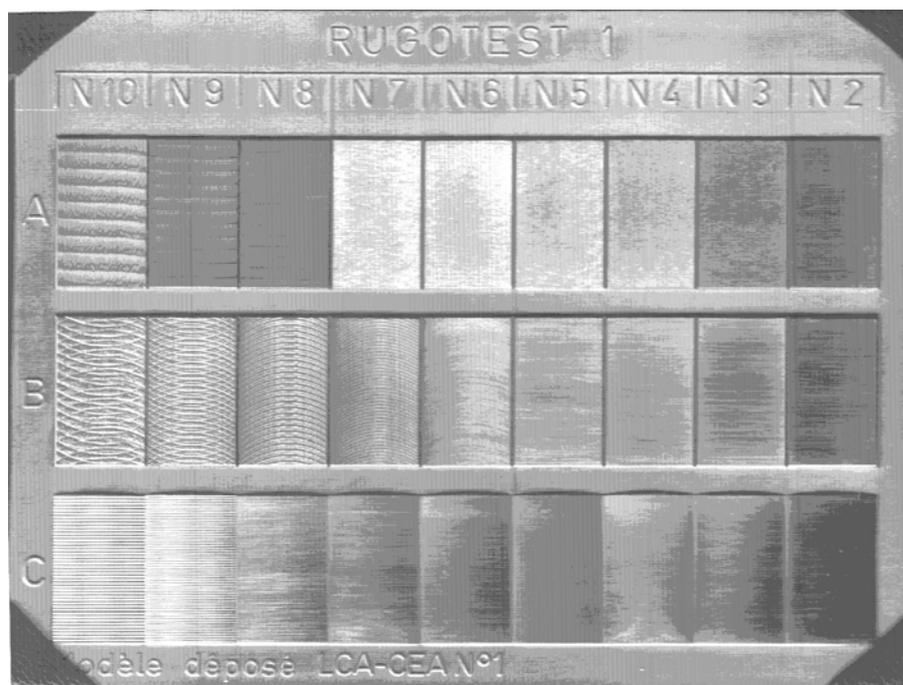

Figure 29
a) **Contrôle par comparaison visiotactile** (figure 29)